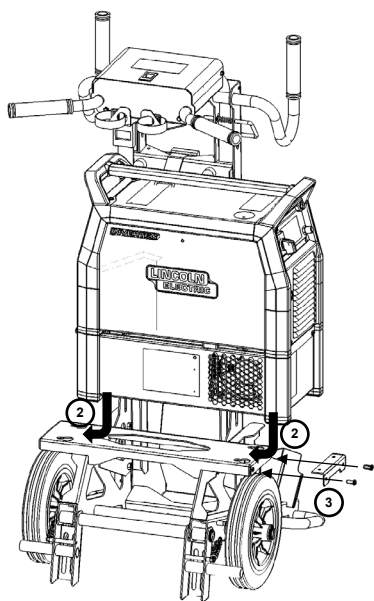

Рисунок 4
2. Вставьте источник питания+охладитель в отверстия на пластине (Рисунок 4).
3. Закрутите блокирующий металл, чтобы избежать перемещения всего оборудования (Рисунок 4).